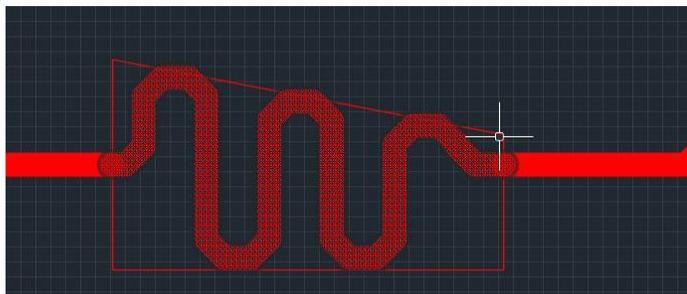

Рис. 304 Изменение геометрии меандра
3. Нажмите левую кнопку мыши и, удерживая ее, переместите курсор, определяя новые границы области размещения, см. Рис. 304. Изменения меандра будут отображаться на экране.